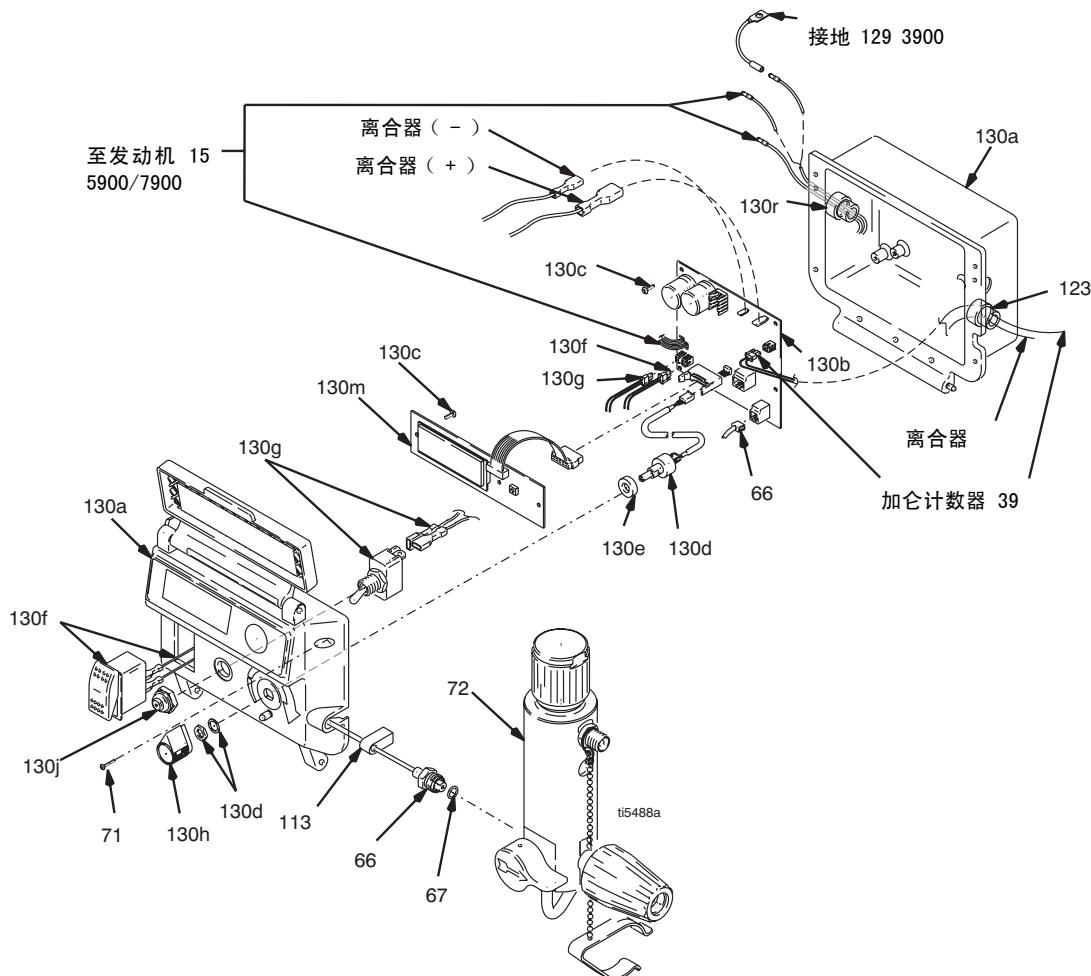

图 14
- 图 14. 将离合器的电缆连接器接入压力控制器内。
1. 图 14. 卸下 2 个螺钉 (71) 并翻下盖子 (130a)。
1. 图 14. 卸下 2 个螺钉 (71)并翻下盖子 (130a)。
- 来自传感器 (66)的导线
- 来自加仑计数传感器 (39)的导线
1. 图 14. 用 4 个螺钉 (130c)安装控制板 (130b)。
2. 断开控制板 (130b)上的传感器 (66)接线。
3. 将传感器的连接器拉过橡胶套管 (113)。
4. 从过滤器外壳 (72)卸下压力控制传感器 (66) 和 O 形圈 (67)。
1. 图 14. 将压力控制传感器 (66)和 O 形圈 (67)装到过滤器外壳 (72)上。用 35 — 45 磅英尺的扭力拧紧。
3. 将传感器 (66)的接线连到控制板 (130b)上。
4. 翻上盖子 (130a)并用 2 个螺钉 (71)固定。
2. 图 14. 安装电位器、轴杆螺帽、防松垫圈和电位器旋钮 (130h)。